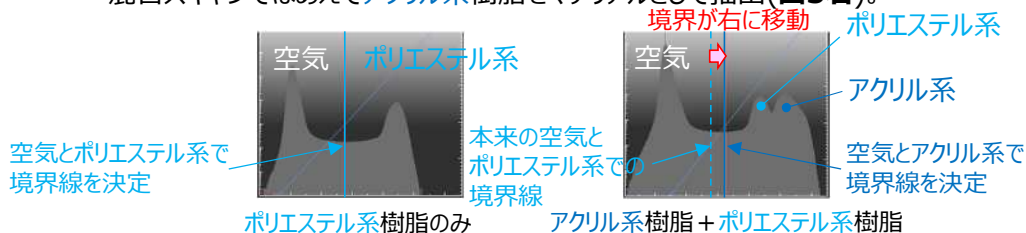

図3 グレイ値の分布
- ①ポリエステル系樹脂サンプルのみのスキャンと、それにアクリル系樹脂サンプルを含めた混合スキャンを実施。
- ②グレイ値のヒストグラムの分布からポリエステル系樹脂をマテリアルとして抽出(図3左)。混合スキャンではあえてアクリル系樹脂をマテリアルとして抽出(図3右)。